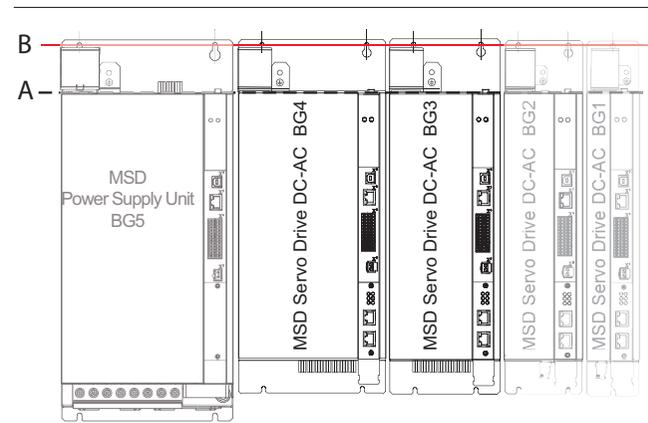

Bild 3.12 Ausrichtung DC-AC Servoregler an Versorgungseinheit BG5 (Beispiel)
- Richten Sie alle DC-AC Servoregler und die Versorgungseinheit BG5 auf einer Linie entlang der Geräte-Oberkante aus (siehe Linie A in Bild 3.12). Das ist notwendig, um die DC-Leistungsversorgung mit den vorkonfektio nierten Leitungen durchführen zu können.